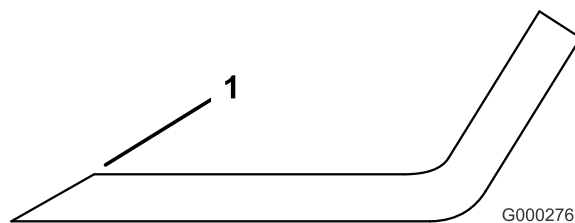

Figure 93
1. Au moyen d'une lime, aigüez les tranchants aux deux extrémités de la lame (Figure 93). Veillez à conserver l'angle de coupe d'origine. Limez la même quantité de métal sur chacun des deux tranchants pour ne pas déséquilibrer la lame.